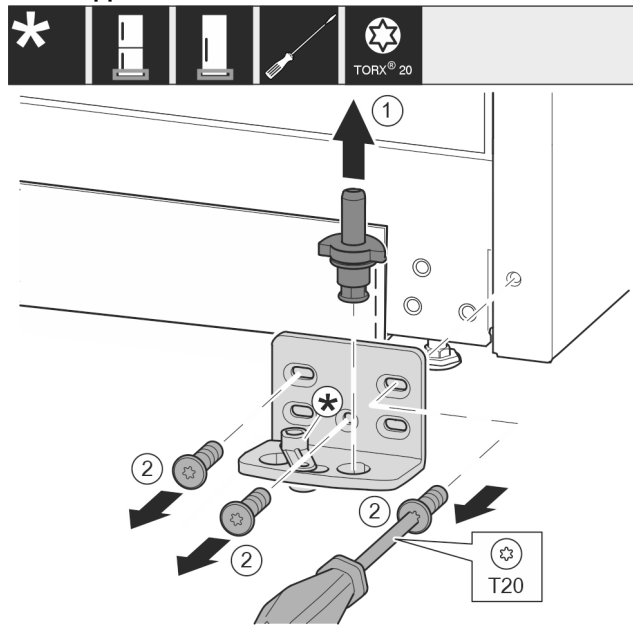

Fig. 11
- ▶ Lagerbouten compleet vanaf de bovenkant eruit trekken. Fig. 11 (1)
- ▶ Schroeven met schroevendraaier T20 eruit draaien en de lagerbus eraf halen. Fig. 11 (2)